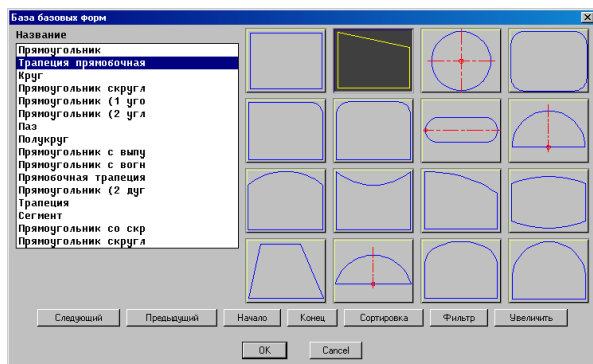

Рис. 3.29 База параметрических контуров
- 2) Выбрать в раскрывшемся диалоговом окне один из контуров, *см. рис. 3.29*.